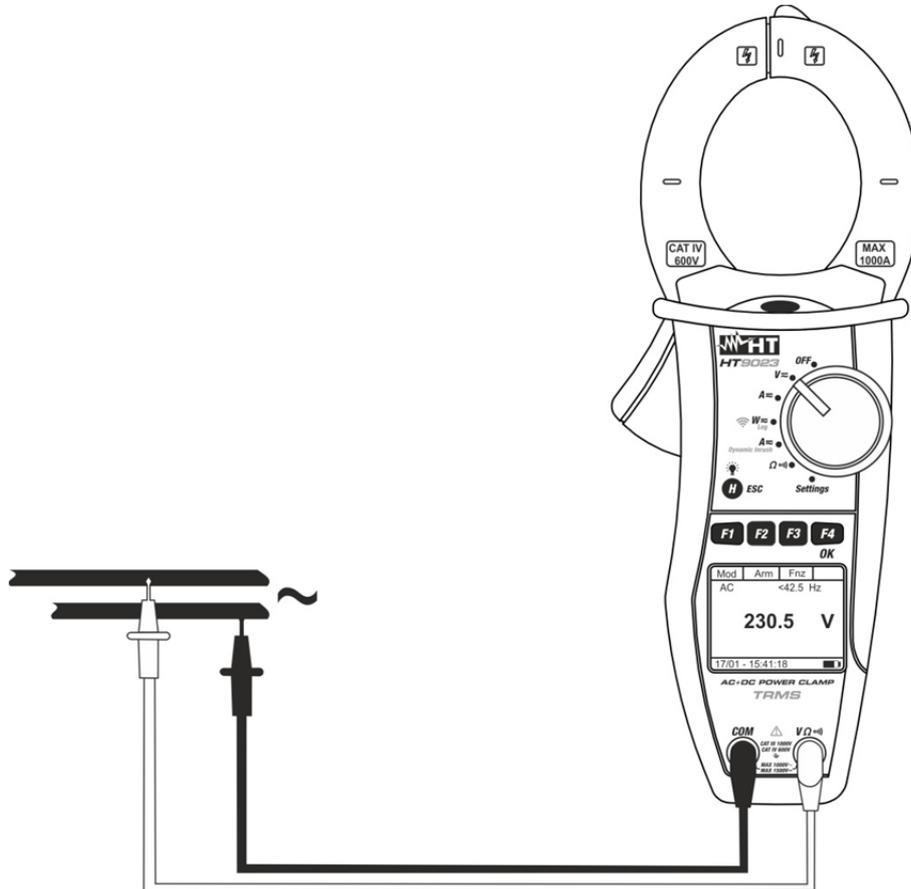

Fig. 6: Medição de Tensões CA+CC
4. Inserir o cabo vermelho no terminal de entrada **VΩ**), o cabo preto no terminal de entrada **COM** e colocar as ponteiros nos pontos pretendidos do circuito em exame (ver Fig. 6)